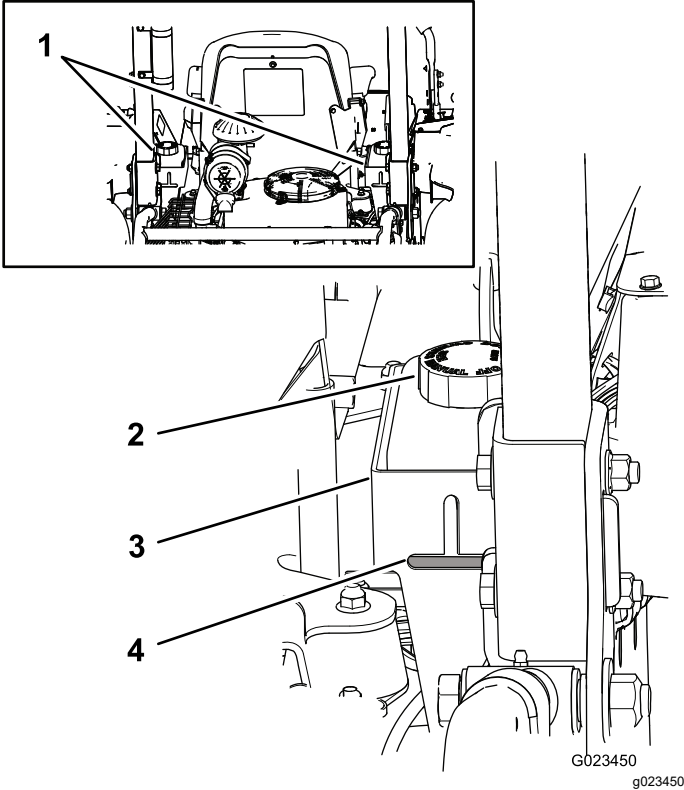

Figura 68
los depósitos hidráulicos (Figura 68), añada fluido hasta que llegue a un nivel aceptable. **No llene demasiado los depósitos.** Si el nivel del fluido está en la parte superior de la zona horizontal de la mirilla, no es necesario añadir más fluido. El fluido de recambio recomendado es:
Nota: El nivel de fluido debe llegar a la parte inferior de cada orificio, como se muestra en la Figura 68.
- A. Limpie la zona alrededor de los tapones de los depósitos de fluido para evitar que entren residuos en el sistema (Figura 68).